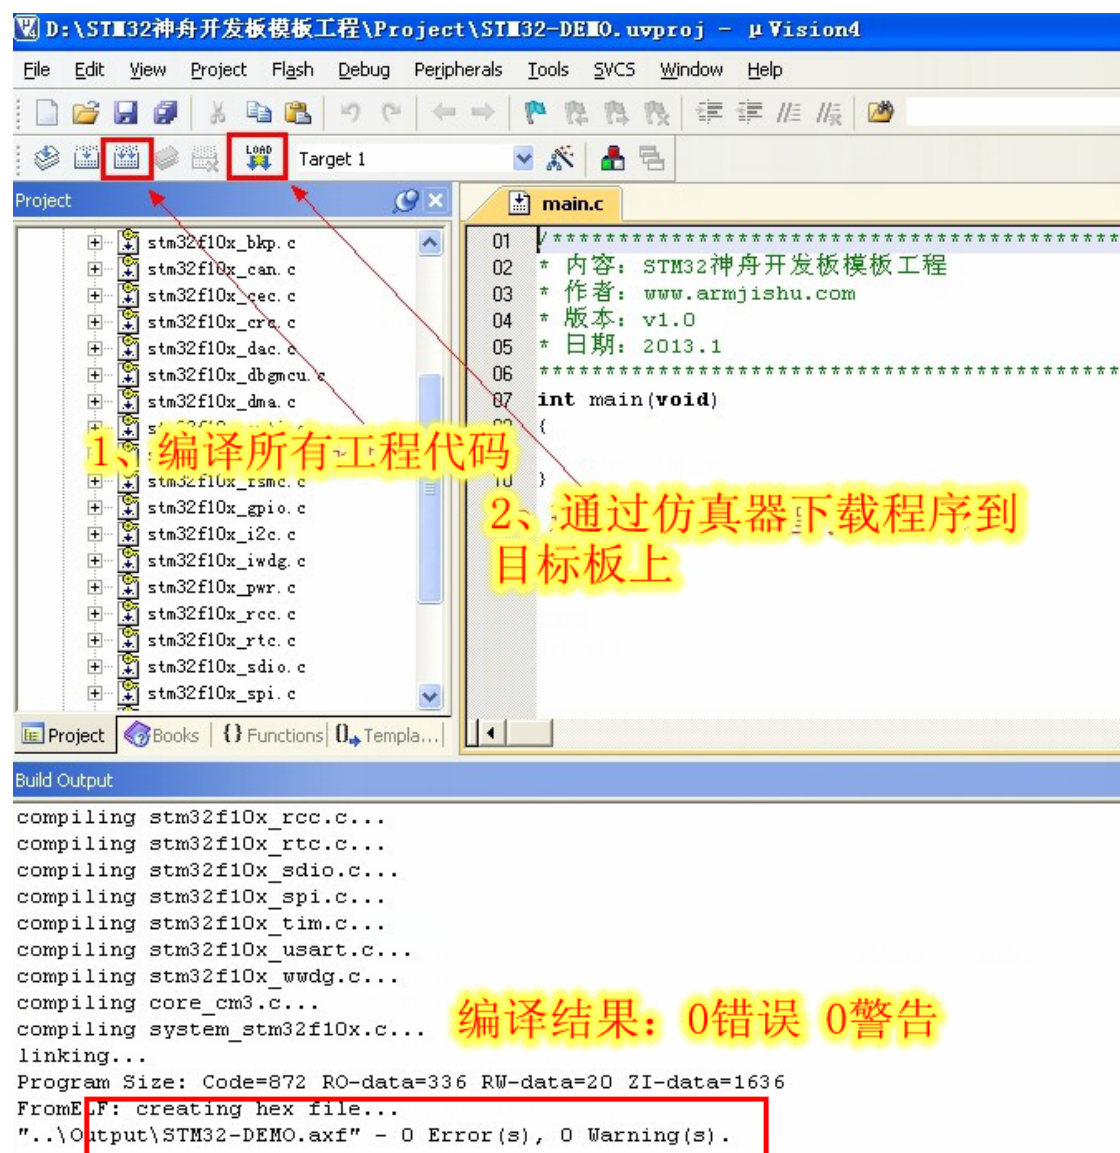

图 4-94 编译并 下载我们的工程
6.编译全部代码，然后点LOAD下载程序到目标板如图4-94所示：